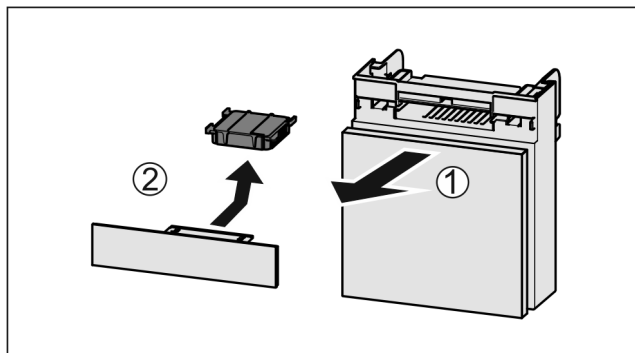

Fig. 236
- Estrarre il vano tirando in avanti Fig. 236 (1).
- Rimuovere il filtro a carboni attivi Fig. 236 (2).